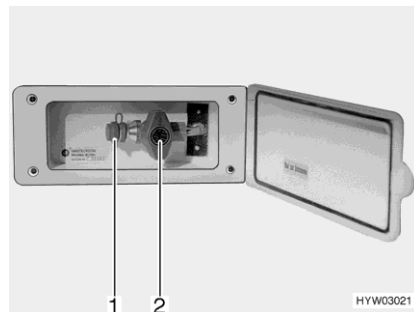

Bild 133 Extern gasanslutning (gasavstängningsventilen stängd)
- Anslut den externa gasapparaten till anslutningar (Bild 133,1).
- Öppna gasavstängningsventilen (Bild 133,2).